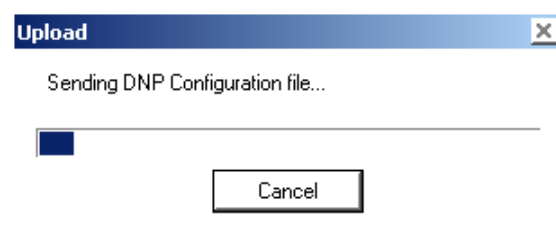

Figura 1-5 Pantalla de estado del archivo de configuración de envío DNP
- b. Seleccione el archivo de a ser enviado al control, después seleccione **Open**. IPScm iniciará la transferencia de archivo como se indica en la pantalla de dialogo "Upload" (Figura 1-5), seguida por una pantalla de confirmación "Archivo DNP enviado con éxito".